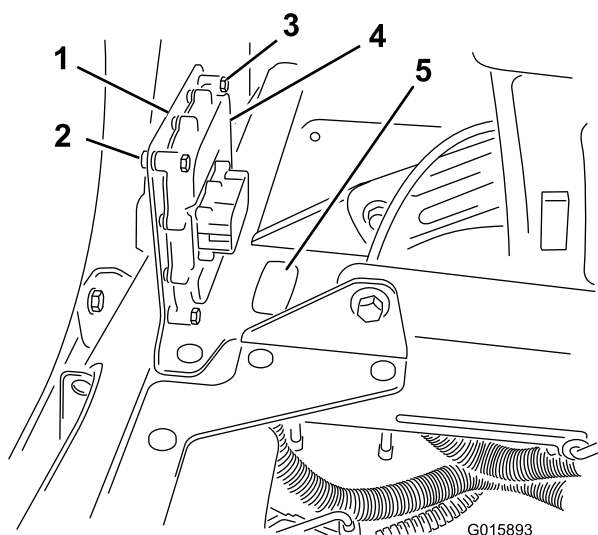

Figura 15
1. Retire el tapón (Figura 15).
3. Instale el soporte en el bastidor del asiento de la máquina, entre y detrás de los asientos, con las fijaciones existentes (Figura 15).